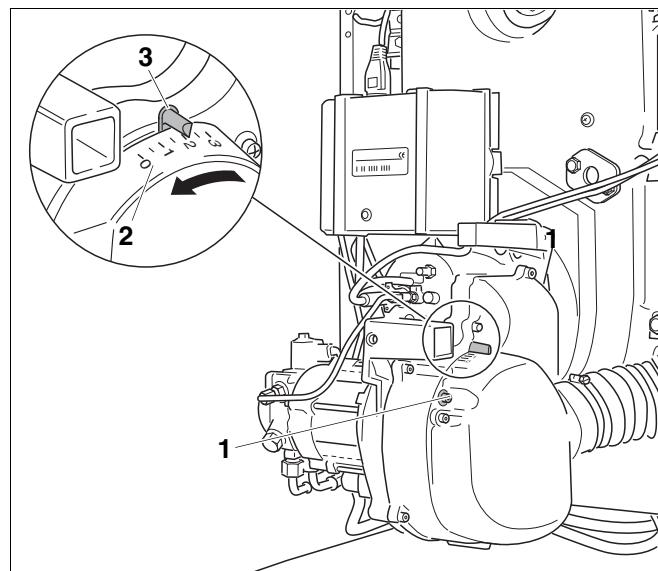

Рис. 24 Регулировка подвода всасываемого воздуха
- Ослабить крепление подвода всасываемого воздуха (ALF) (рис. 24, **поз. 1**).
Обратите внимание на то, что поворот в сторону меньших значений на шкале приводит к увеличению напора вентилятора. Это соответствует направлению стрелки на рис. 24.